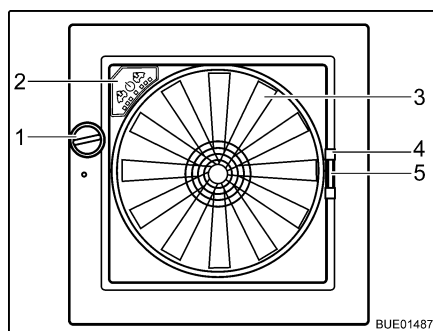

Bild 49 Taklucka Omni-Vent
- Öppna:** ■ Vrid på vredet (Bild 49,1) tills önskad öppningsvinkel har nåtts.
- Stänga:** ■ Vrid på vredet (Bild 49,1) tills takluckan är helt stängd.
- Stänga:** ■ Dra insektsskyddet i handtaget (Bild 49,4) till motstående ramsida.
- Stänga:** ■ Tryck ihop mörklägningsgardinens handtag (Bild 49,5).
När takluckan är öppen kan kupén ventileras och vädras med fläkten (Bild 49,3) i 6 nivåer. Fläkten regleras via reglagen (Bild 49,2).